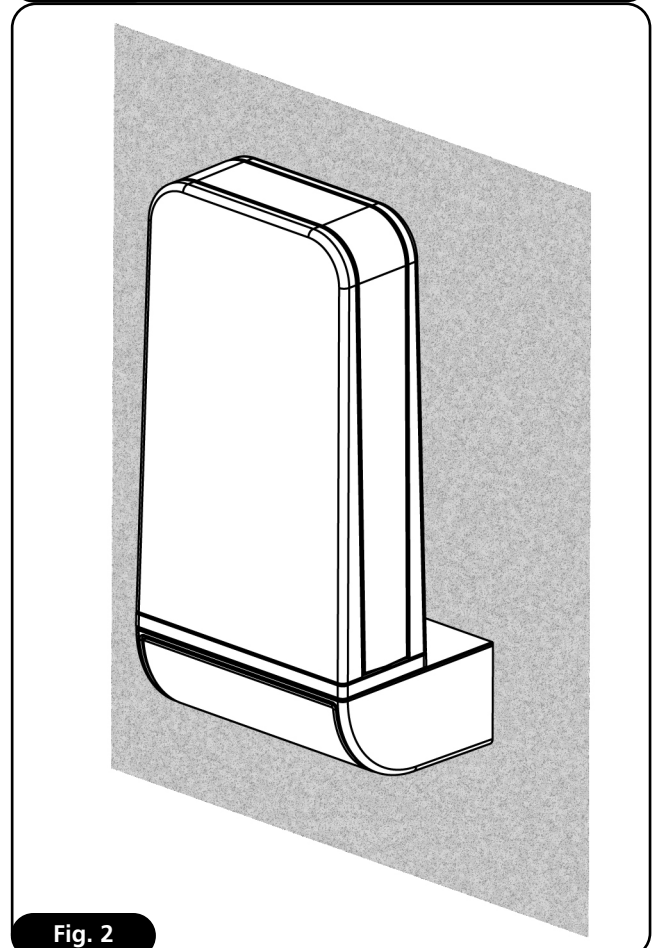

Fig. 2
Dimensioni	136 x 82 x 35 mm (Fig. 1) 167 x 82 x 60 mm (Fig. 2)
3. Aprire il contenitore del lampeggiante e utilizzare la base **A** per la tracciatura dei fori di fissaggio se si installa il lampeggiante su un piano orizzontale (Fig. 1); utilizzare il particolare **B** se si installa il lampeggiante su una parete verticale (Fig. 2).
Dimensions	136 x 82 x 35 mm (Fig. 1) 167 x 82 x 60 mm (Fig. 2)
3. Open the case of the flashing light and use the base **A** to mark the fixing holes if the flashing light has to be installed on an horizontal surface (Fig. 1); use the piece **B** if the flashing light has to be installed on a vertical surface (Fig. 2)